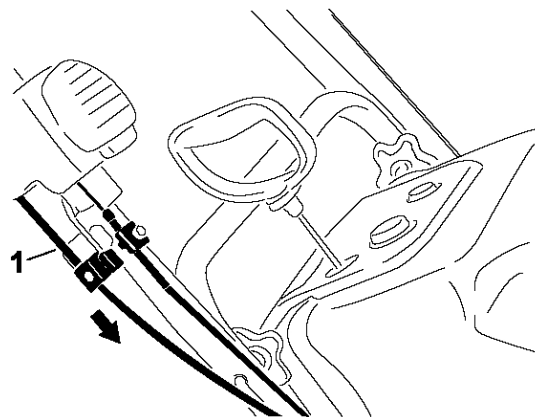

Рисунок 35
4. Удерживайте желоб в ровном положении, тяните кабель вниз, пока не устраните провисание. Надежно затяните винт на крепеже нижнего троса (Рис. 35)